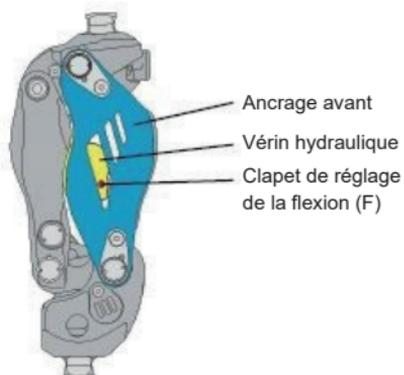
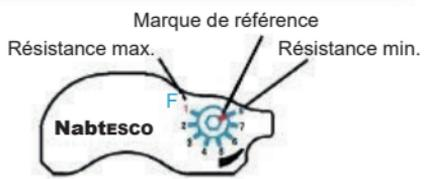

Fig. 11 Positionnement du clapet de réglage de la flexion
Fig. 12 Échelle graduée du clapet de réglage de la flexion
Tout d'abord, réglez la résistance en flexion. Comme indiqué à la figure 11, le clapet de réglage de la flexion (F) est situé sur le côté droit, du point de vue de l'utilisateur. Comme indiqué à la figure 12, l'échelle est graduée de « 1 » à « 8 ». « 1 » correspond à la résistance hydraulique la plus élevée, tandis que « 8 » correspond au niveau le plus faible.